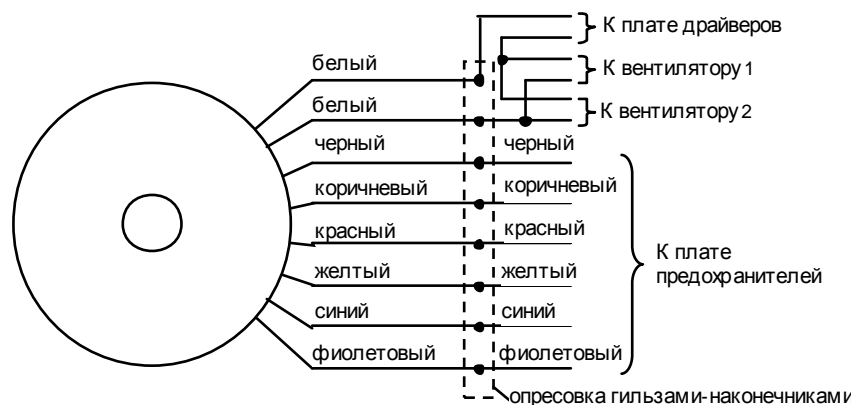

Рис. 7.1. Схема подключения трансформатора питания вентиляторов.
7.1.2. Скрутить попарно провода одного цвета согласно рис.7.1, вставить каждую пару в гильзу и обжать их кримпером.